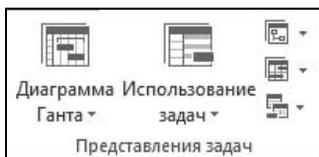
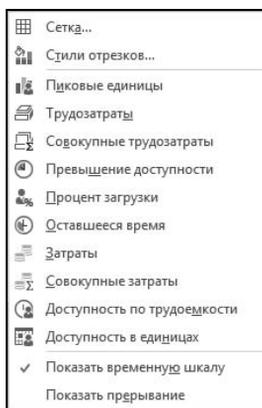
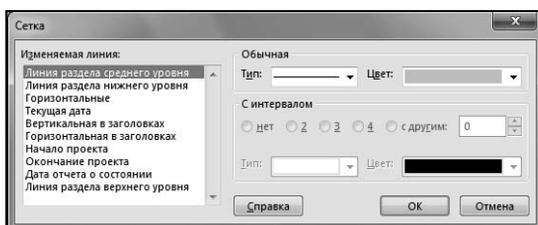

Рис. 4.28. Вид области **Представления задач** вкладки **Вид** ленты меню
Рис. 4.29. Контекстное меню представления **График ресурсов**
Рис. 4.30. Окно форматирования линий сетки
- Для перехода к представлению **Использование задач** следует щелкнуть по одноименной кнопке  области **Представления задач** вкладки **Вид** ленты меню (см. вид этой области на рис. 4.28).
4. Установить указатель мыши в правую часть экранной формы с графиком ресурсов и щелкнуть правой кнопкой мыши. Открывшееся контекстное меню показано на рис. 4.29.
Щелчком левой кнопкой мыши можно выбрать в показанном на рис. 4.29 списке любой показатель. Каждый раз можно выбрать только один из них, после чего меню автоматически закрывается, и выбранный показатель выводится на экран.
Показатель *Совокупные* по отношению к трудозатратам или затратам (см. меню на рис. 4.29) определяет их суммирование с начала проекта нарастающим итогом по выбранным временным интервалам.
Возможности использования показанного на рис. 4.29 контекстного меню не исчерпываются приведенным алгоритмом. Например, для наглядности отображения диаграммы загрузки ресурсов полезно научиться управлять выводом в представлении **График ресурсов** линий сетки (см. *алгоритм 4.23*).
3. Установить курсор в правую часть экранной формы с графиком и щелкнуть правой кнопкой мыши. Откроется контекстное меню (см. рис. 4.29). Выбрать в этом меню команду **Сетка**. Откроется одноименное диалоговое окно (рис. 4.30).
- В показанном на рис. 4.28 меню нужно выбрать команду **Стили отрезков**. Откроется диалоговое окно **Стили диаграмм** (рис. 4.30), которое состоит из четырех областей с практически одинаковым набором элементов управления.
Представление **Календарь** предназначено для того, чтобы наглядно сформировать общее представление о том, когда какие работы проекта выполняются. Для выбора этого представления достаточно щелкнуть кнопку **Календарь** в области **Представления задач** вкладки **Вид** ленты меню (ей присвоен значок ). Эта кнопка размещена слева по центру упомянутой области (см. рис. 4.28). Пример формируемого при этом окна показан на рис. 4.2.